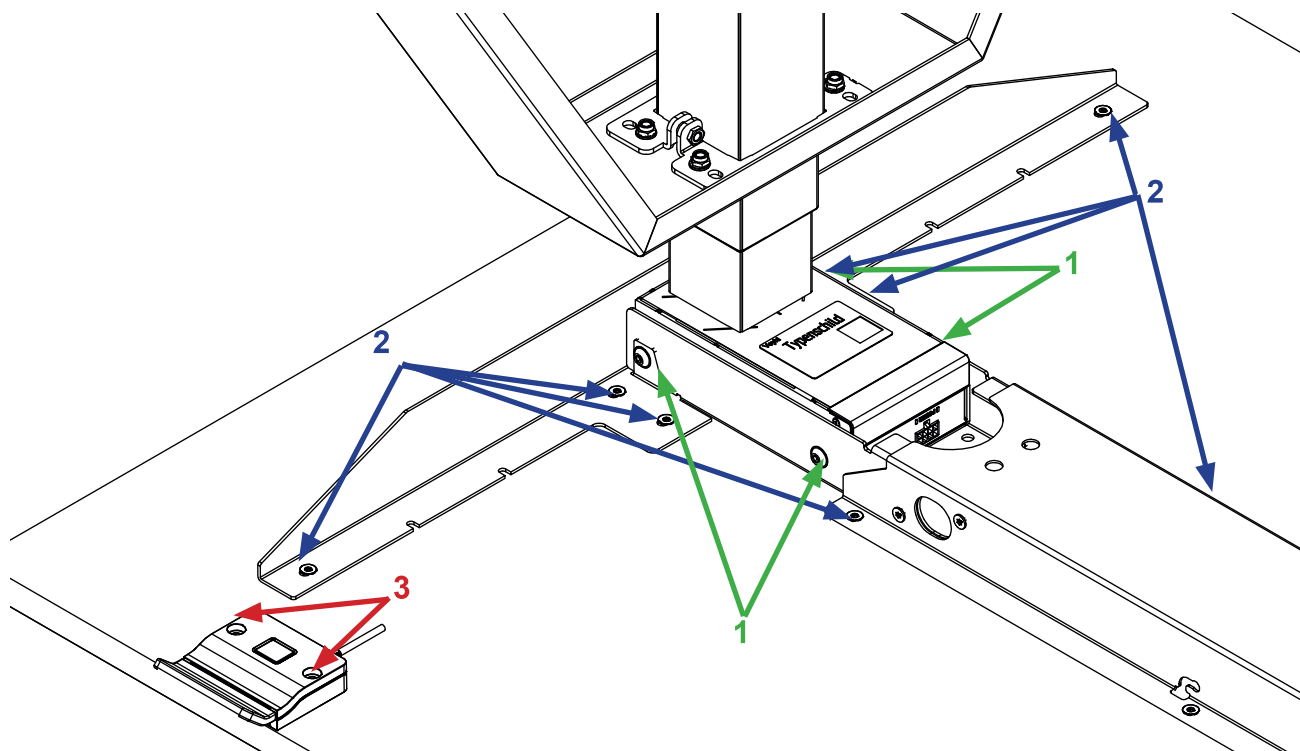

Abbildung 2: Detail - Verbindungen
2. Legen Sie jeweils einen Plattenträger unter eine der Hubsäulen, wie in Abbildung 2 zu sehen ist.
3. Schieben Sie jeweils eine der Traversen zwischen die Hubsäule und den Plattenträger, wie in Abbildung 2 zu sehen ist.
5. Befestigen Sie den Plattenträger, die Hubsäule und die Traverse mit den mitgelieferten M6x16-Schrauben aneinander. Sehen Sie Abbildung 2, Nummern 1.
10. Befestigen Sie die Tischplatte mit den mitgelieferten Schrauben am Tischgestell. Verwenden Sie ausschließlich diese Schrauben, um Beschädigungen der Tischplatte zu vermeiden. Sehen Sie Abbildung 2, Nummern 2.
11. Befestigen Sie den Handschalter mit den mitgelieferten Schrauben an der Tischplatte. Verwenden Sie auch hier ausschließlich die angegebenen Schrauben, um Schäden am Handschalter oder der Tischplatte zu vermeiden. Sehen Sie Abbildung 2, Nummern 3.